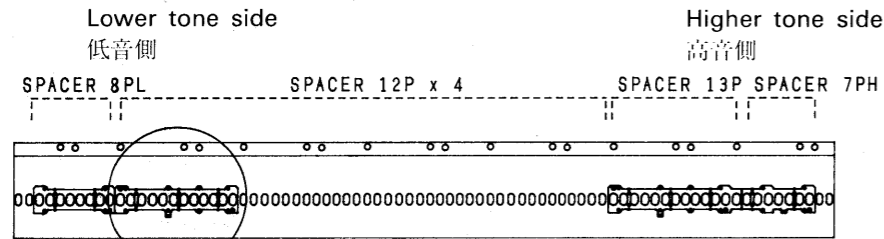
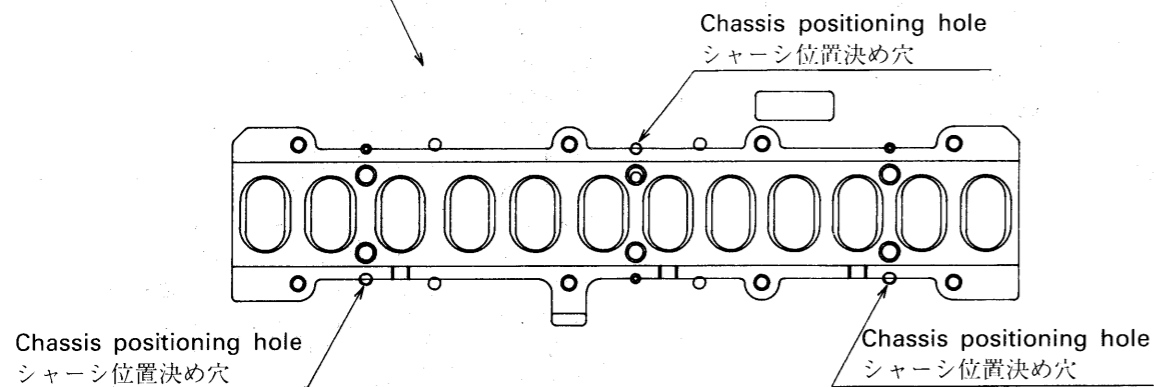

fig. 1
fig. 2
1) First, turn the chassis over, noting that the right- and left-hand sides are not reversed. Then, as shown in fig. 1, put one Spacer 8PL and four Spacers 12P in this order, starting on the left-hand side (lower tone side of the keyboard) according to the chassis positioning holes. (See fig. 2.) Similarly, put the Spacer 13P and Spacer 7PH on the right-hand side (higher tone side).
1) まず、シャーシを左右が逆にならないように裏返します。次に、fig.1 に示すように左側（鍵の低音側）より、先ず SPACER 8PL を 1 個、そして SPACER 12P を 4 個、シャーシの位置決め穴に合わせて順に置いていきます (fig.2 参照のこと) 右側（高音側）には SPACER 13P, SPACER 7PH を同様に置いていきます。